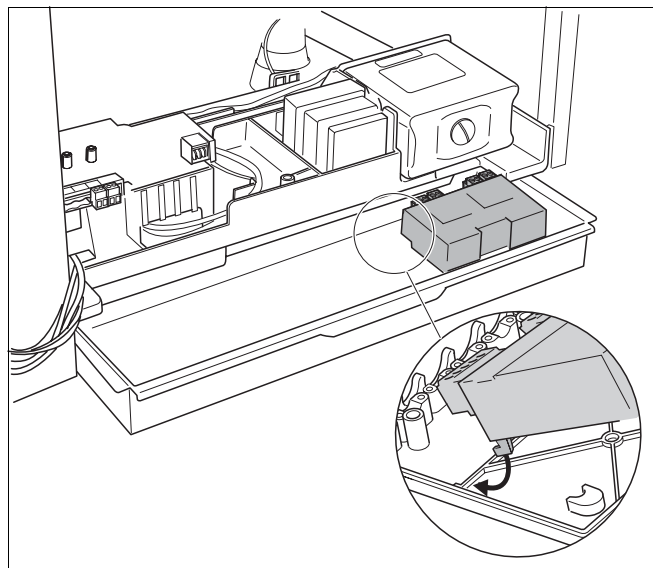

Fig. 46 Fixați mecanic modulul funcțional la suportul de perete
- Fixați mecanic modulul(ele) funcțional(e) în suportul de perete (Fig. 46).